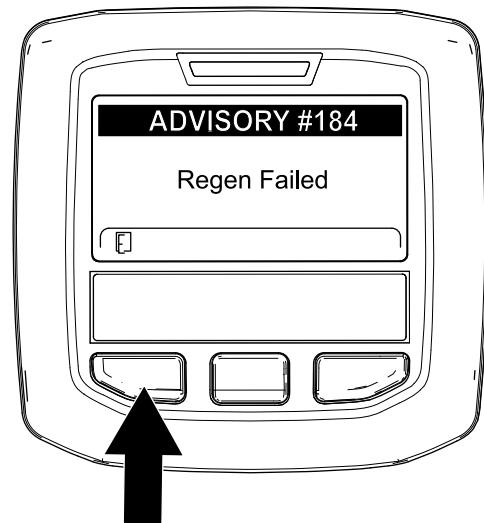

Figura 59
**Nota:** Se la rigenerazione non viene completata, l'InfoCenter visualizza il messaggio Advisory #184 (Figura 59). Premete il pulsante sinistro per uscire e tornare alla schermata Home.